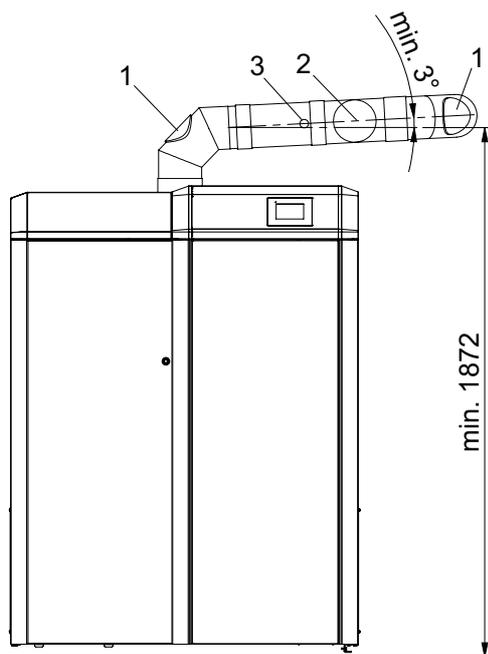

Fig. 52 Orifices de nettoyage dans tube de fumées – vue de face, (croquis sans isolation du tube d'évacuation des fumées)
- ▶ Nettoyer et aspirer le tube d'évacuation des fumées (tube de liaison entre la chaudière à pellets et la cheminée) au niveau de l'ouverture de nettoyage – Fig. 52.